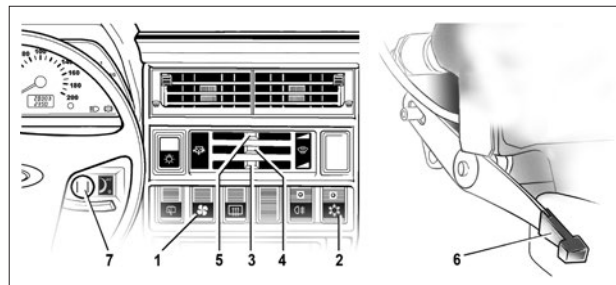
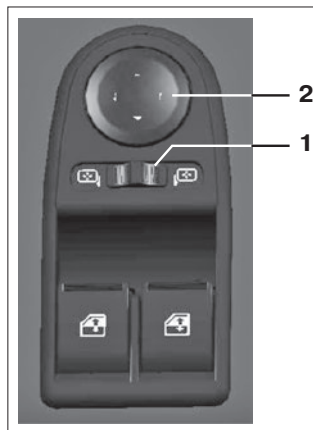
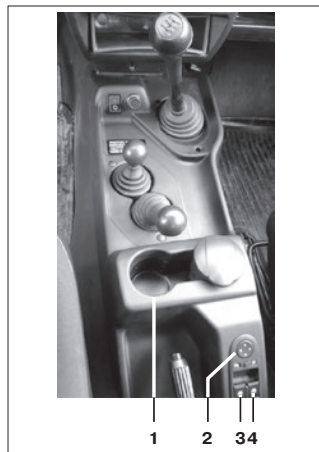

Рис. 26. Органы управления климатической установкой
Рис. 29
Рис. 30
- 2 – Выключатель кондиционера (с символом «A/C» или «*») расположен на центральной консоли (рис. 26) или на облицовке обивки кожуха пола (рис. 30).
Наружные зеркала оснащены электроприводом. Блок управления зеркалами располагается на облицовке накладке кожуха пола (рис. 30 позиция **2**). Выбор регулируемого зеркала осуществляется перемещением переключателя **1** (рис. 29) в фиксированные положения (правое/левое), соответствующие регулировке правого/левого зеркала.
На облицовке накладки тоннеля пола, расположенного между передними сиденьями (рис. 30), имеются места **1** для стаканов или пепельницы.
Для подъема и опускания стёкол дверей используются электростеклоподъемники. Подъемом или опусканием переднего плеча переключателей **3** или **4**, расположенных на облицовке накладки тоннеля пола (рис. 30), можно опустить или поднять стекло правой/левой двери на нужную величину. После прекращения нажатия клавиша автоматически устанавливается в среднем положении и